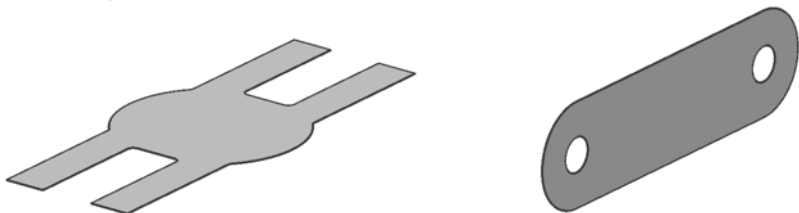

图 19-13 将俯视图和前视图创建面域
2) 使用命令“region”将俯视图和前视图创建面域, 如图 19-13 所示。